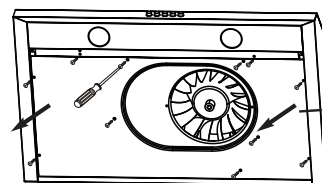

Fig. 13
- Le clapet et l'adaptateur sont situés à l'intérieur de la hotte. Pour accéder à ces pièces, retirer le panneau inférieur (K) s'il n'a pas déjà été retiré (voir fig. 13).
- Choisir d'installer le clapet (C) en position supérieure (3A et B) pour la ventilation par le haut ou en position arrière (5) pour la ventilation par l'arrière. L'adaptateur (D) sert uniquement à la ventilation par le haut et s'installe en position 3A et 4.
- Fixer le clapet (C) ou l'adaptateur (D) sur l'ouverture défonçable choisie. S'assurer que le pivot du clapet est orienté vers le haut afin que le clapet reste fermé lorsqu'il n'est pas utilisé.
- Fixer le clapet (C) ou l'adaptateur (D) sur la hotte (A) à l'aide des vis taraudeuses courtes (BB).
- Sceller le clapet (C) ou l'adaptateur (D) fixé à la hotte (A) de tous les côtés, à l'aide de ruban adhésif.